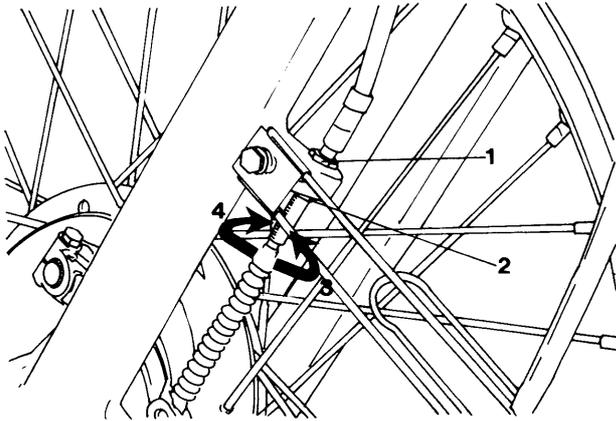

Bild 25 Vorderradbremse am unteren Einsteller einstellen
- Grössere Einstellungen werden mit Hilfe des unteren Einstellers vorgenommen. Unter Bezug auf Bild 25: